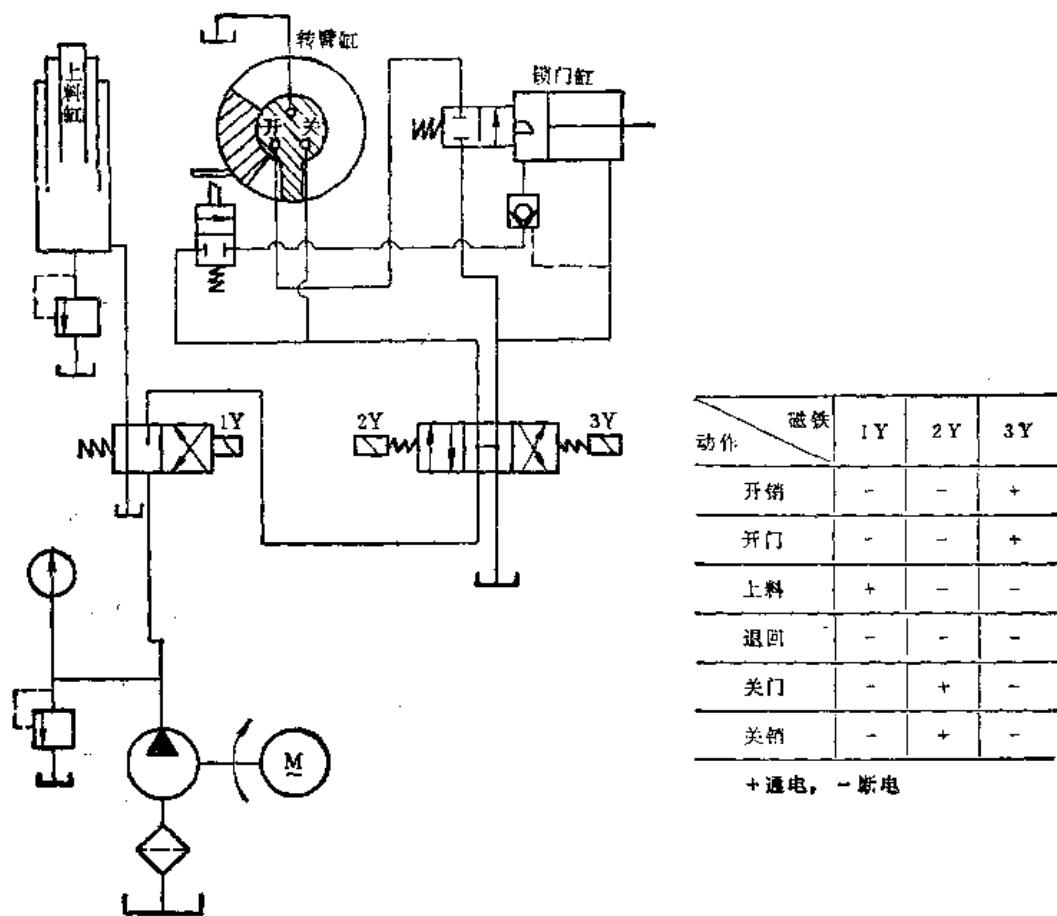

图5-3-3 液压原理图
② 各润滑点按要求加油、液压系统加足规定牌号的液压油，按油泵旋钮（主令开关）2S，起动液压油泵电动机，油泵运转供油，三位四通阀为H型，液压油充满除上料举升缸外的全部液压系统，通过二位四通阀回油（图5-3-3）。
③ 检查集尘器运转是否正常，吸风量应达到 $1800\text{ m}^3/\text{h}$ 。
④ 按启动按钮5SBT，三位四通阀换向，此刻调整溢流阀压力为 5 MPa ，液压油进入锁门油缸前端，同时打开液控单向阀使油缸后端回油，活塞运动通过连杆将四个锁门的爪钩打开。此时应检查爪钩是否能脱开滚筒体。
⑤ 按上料按钮2SBT，二位四通阀换向，液压油进入上料油缸，活塞带动上料斗加料，活塞行至一定行程时自行开启溢流阀回油，此过程中应注意打开油缸上部排气塞，使油缸空气排净，以防止活塞行程不够，举升力不足。
⑥ 按上料返回按钮2SBP，二位四通阀复位，料斗在弹簧和自重下举升缸排油复位。
⑦ 按关门油缸按钮6SBT，三位四通阀换向，液压油进入回转油缸关门腔，门盖体、转臂随回转油缸旋转与滚筒闭合，此时压通锁门二通阀，液压油经锁门二通阀、液控单向阀进入锁门油缸后端，活塞运动通过连杆使四个锁门钩抓紧滚筒体。此时应检查调整四个锁门爪钩与滚筒体咬合一致，门盖体与滚筒体周圈吻合。否则应调整拉杆和调心轴。待全部动作完成后，停按6SBT。
⑧ 按抛丸器按钮3SBT，抛丸器运转，按第1节所述检查调整。
⑨ 按滚筒按钮4SBT，减速电动机工作，托轮转动通过托轮与滚筒导轨间的摩擦阻力带动滚筒转动。此时应该注意托轮与滚筒导轨接触面不能太小，太小出现滚筒打滑。